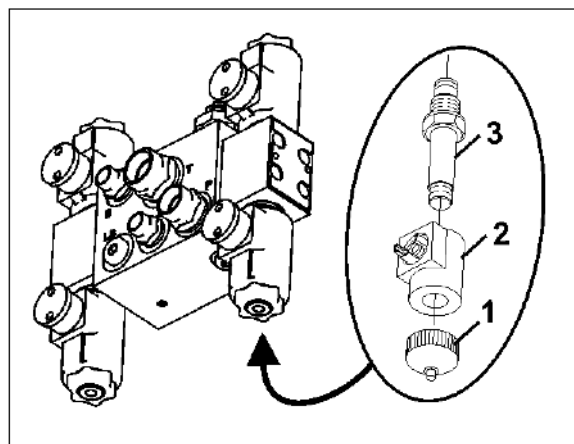

Fig. 148
1. Noskrūvējiet elektromagnētisko vāciņu (Fig. 148/1).
2. Noņemiet elektromagnētisko spoli (Fig. 148/2).
3. Izskrūvējiet vārstu kātus (Fig. 148/3) kopā ar vārstu ligzdām un iztīriet, izmantojot saspiegtu gaisu vai hidraulikas eļļu.